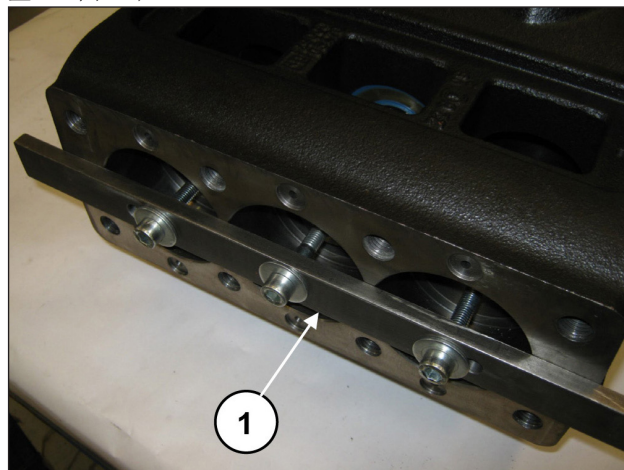

图 19
将半连杆向液压部分的方向完全前移，使之从曲轴中出来。为方便操作，可使用专用工具（编号 27566200），（位置①，图 19）。